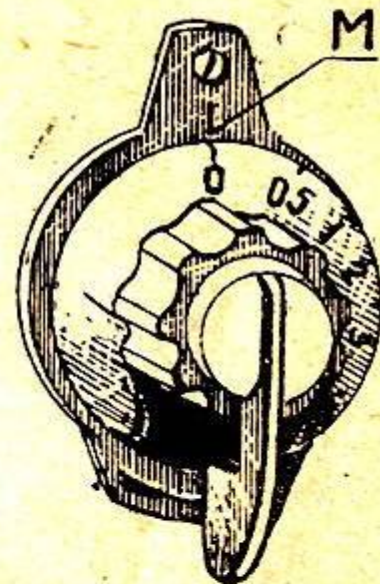

Рис. 24.
Если на правой поворотной головке цифра 0 совпадает с риской М, то длина стежка при прямой строчке или при зигзаге равна 0, т. е. машина не производит подачи материала (рис. 24).
4. Поставить правую регулировочную головку так, чтобы цифра 0 на шкале совпала с риской М на пластинке, для того чтобы не было продвижения материала (рис. 24).